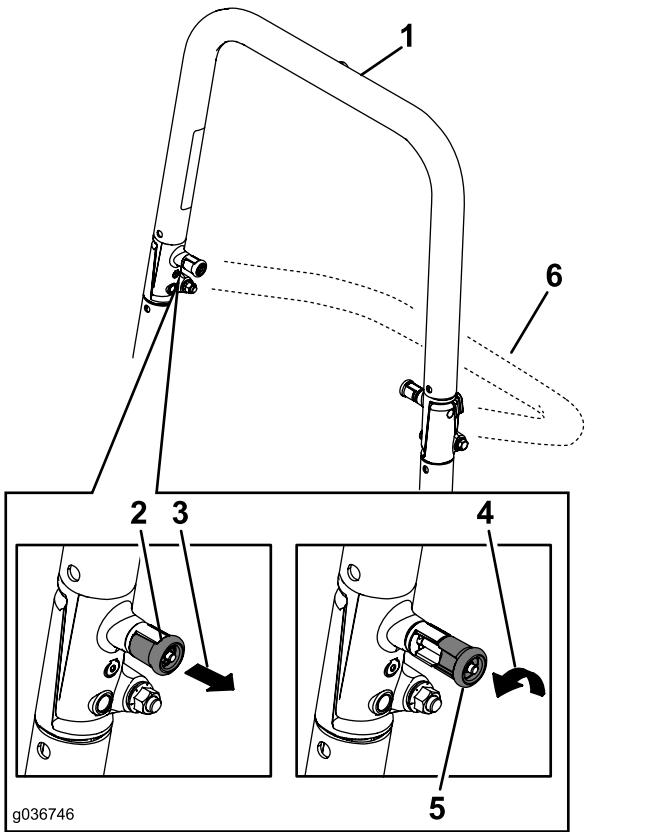

Figura 8
2. Puxe ambos os manípulos para fora e rode-os 90 graus para que não fiquem engatados (Figura 8).
3. Baixe por completo a barra de segurança (Figura 8).
1. Levante a barra para a posição de funcionamento e rode os manípulos até se moverem parcialmente para as ranhuras (Figura 8).
2. Levante a barra de segurança para a posição vertical enquanto empurra a barra de segurança superior; os pinos encaixam na posição quando estiverem alinhados com os orifícios (Figura 8).